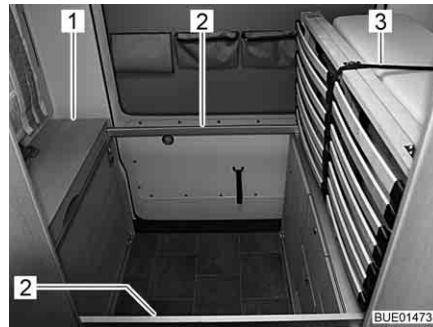
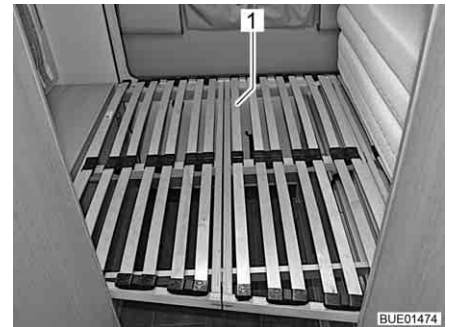

Fig. 71 Supporti per letto pieghevole
Fig. 72 Telaio portamaterasso
- ▷ Se il coperchio (Fig. 71,1) è chiuso, viene tenuto fermo da una chiusura magnetica. Per questo motivo all'apertura si incontra resistenza.
- Ribaltare verso l'alto il coperchio (Fig. 71,1) e tenerlo aperto.
- Tirare fuori i due supporti (Fig. 71,2) e appoggiarli sul lato opposto sull'armadio in basso.
- Chiudere il coperchio (Fig. 71,1).
- Aprire la chiusura della cinghia (Fig. 71,3), tenendo fermo il telaio portamaterasso.
- Aprire il telaio portamaterasso (Fig. 72,1) e appoggiarlo lentamente sui supporti.
- Chiudere il telaio portamaterasso (Fig. 72,1), spingerlo contro il materasso e fissarlo con la cinghia (Fig. 71,3).
- Ripiegare i due supporti (Fig. 71,2) sotto il coperchio.